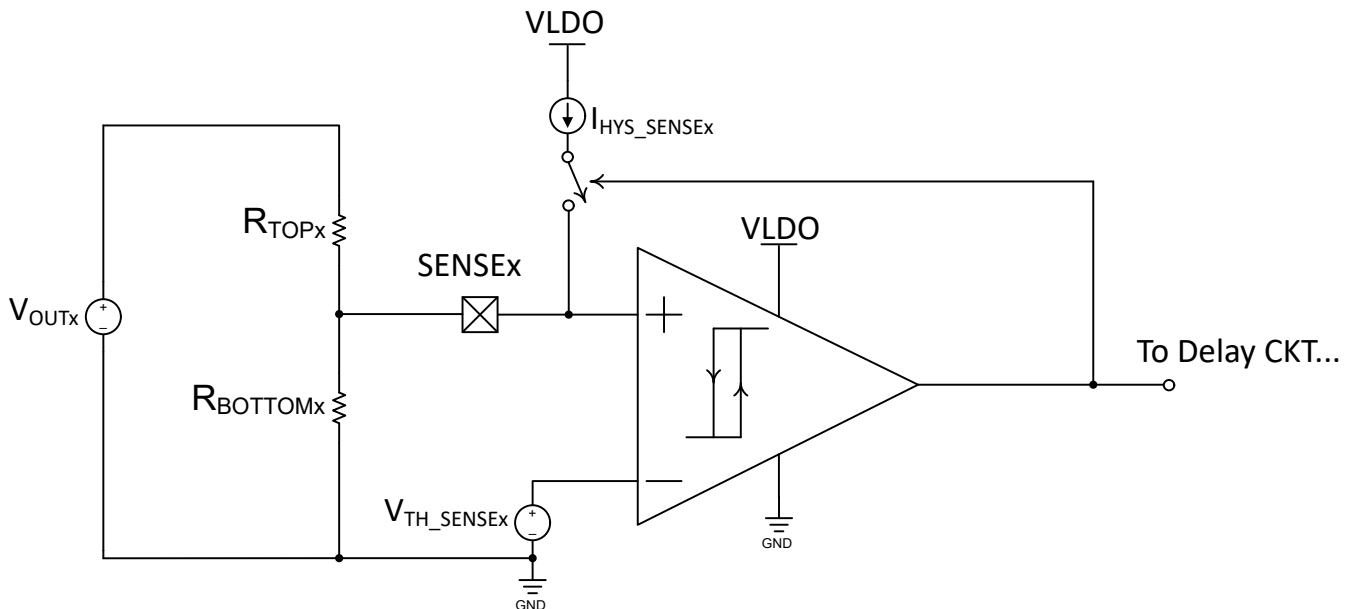

図 8-2. SENSEx コンパレータ入力
TPS7H3014 シーケンサには 4 つの低電圧 (UV) コンパレータが内蔵されており、公称 599mV に対して高精度 ($\pm 1\%$) のしきい値電圧 (V_{TH_SENSEX}) を確保しています。 V_{TH_SENSEX} は、しきい値のコンパレータオフセットを考慮して ENx 出力で測定します。任意の電圧レール (V_{OUTx}) を検出するように外付け分圧抵抗回路を調整できるので、最大限のフレキシビリティをご提供できます。SENSEx 入力に接続されたコンパレータの概念図を、図 8-2 に示します。ご覧のように、検出した電圧レール (V_{OUTx}) は (外付けの分圧抵抗 R_{TOPx} と $R_{BOTTOMx}$ を使用することにより) 減衰され、 V_{TH_SENSEX} 電圧と比較されます。しきい値電圧 (V_{TH_SENSEX}) の精度を確保するため、定常状態の SENSEx 電圧を 1.6V 未満に維持することを推奨します。
この電流は、すべての $SENSEx$ 入力において内部でミラーリングされます。このヒステリシス電流は、 $SENSEx$ 電圧がしきい値電圧 ($599mV \pm 1\%$) を上回ると、 $V_{OUTx} > V_{ONx}$ と同じ値 (式 3 と図 8-2 を参照) でアクティブになります。この電流 (I_{HYS}) に R_{TOPx} 抵抗を乗算すると、 $SENSEx$ ノードに追加される電圧 (V_{HYSx}) が誘導され、ノード電圧を効率的に上昇 (インクリメント) させます。パワーダウンシーケンスのとき、または V_{OUTx} がデクリメントして低電圧イベントとなった場合、規定範囲外 (または障害) と見なされるためには、電圧が V_{OFF} 電圧を下回る必要があります。ヒステリシス電圧は、次のように定義されます：